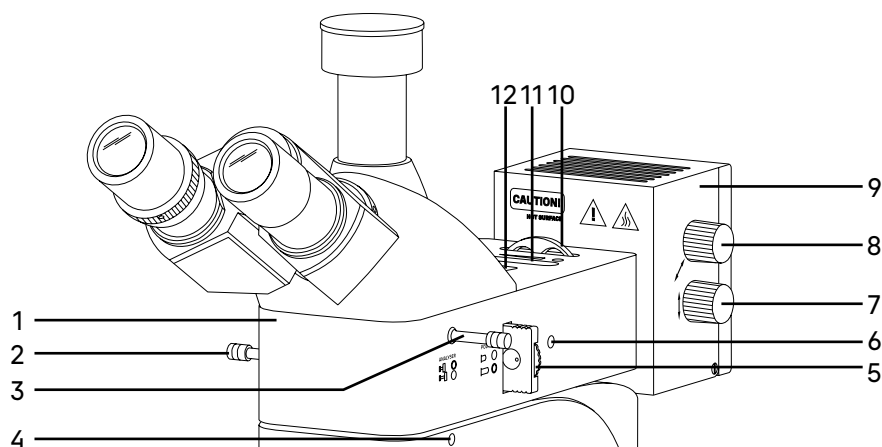

Рис. 4. Насадка осветителя отраженного света
Осветитель отраженного света представлен на рис. 4.
Корпус насадки 1 (рис. 4) устанавливается сверху на штатив микроскопа и закрепляется винтом 4 (рис. 4) при помощи ключа-шестигранника. В корпусе насадки располагаются:
— устройство простой поляризации – вращающийся поляризатор 5 (рис. 4) и встроенный анализатор 3 (рис. 4);
- полевая диафрагма 12 (рис. 4) и апертурная диафрагма 11 (рис. 4);
- несъемное кольцо с набором цветных фильтров 10 (рис. 4) имеет пять положений: свободное отверстие и 4 фильтра – матовый, желтый, зеленый и синий;
- рукоятка 2 (рис. 4) для переключения на режим светлого/темного поля – для улучшения контраста и детализации изображения образцов, что позволяет лучше изучать их микроструктуру (Режим светлого поля дает достоверное увеличенное изображение объекта. Режим темного поля: для наблюдения объекта в рассеянном свете, который дает контрастные изображения границ зерен и дефектов поверхности, невидимых в светлом поле). Для работы микроскопа по методу темного поля выдвиньте рукоятку светлого/темного поля 2 (рис. 4) в положение  D F, а для работы по методу светлого поля убедитесь, что она установлена в задвинутое положение  B F.
Поляризатор 5 (рис. 4) расположен в корпусе насадки между источником света и объективами. Поляризатор имеет два положения – свободное отверстие и поляризационный фильтр. Поляризатор вращается в диапазоне 0–360°. Чтобы ввести поляризатор в оптическую ось, следует вставить устройство до конца. Поляризованный свет передается через объектив на объект.
Анализатор 3 (рис. 4) расположен между объективом и визуальной насадкой. Анализатор имеет два положения – свободное отверстие и поляризационный фильтр. Чтобы ввести анализатор в оптическую ось, следует вставить устройство до конца.
Фонарь лампы 9 (рис. 4) крепится на насадку 1 (рис. 4). Внутри фонаря располагается источник света – галогенная лампа. Центрировка лампы по трем осям осуществляется рукоятками 15 (рис. 2) и 7, 8 (рис. 4). Галогенная лампа нагревается, поэтому корпус фонаря имеет решетку для естественного охлаждения источника света.